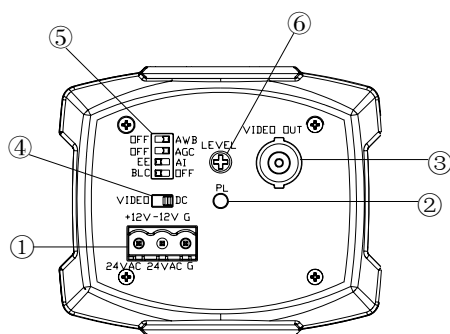

图 3-1 尾板端口
首先确定自动光圈镜头的连线是否正确，然后针对 DC 驱动的自动光圈镜头，重新调整如图 3-1 所示的④镜头切换开关到 DC 端。图像亮度可通过⑥电平调节电位器进行调节。